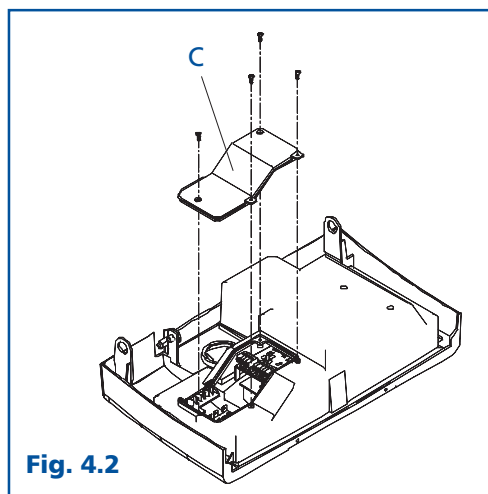

Fig. 4.2
- svitare le quattro viti che fissano il coperchietto C alla scatola dell'alimentatore (fig. 4.2), quindi rimuoverlo;